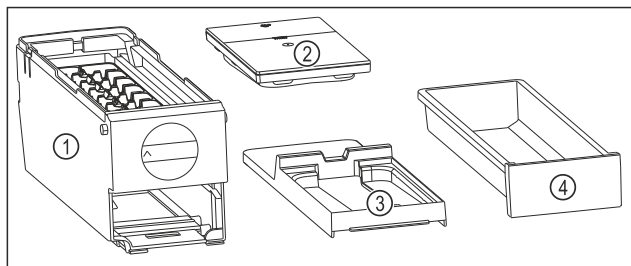

Fig. 88 Bestandteile des EasyTwist-Ice
- EasyTwist-Ice ist in vier Teile zerlegt. (siehe Fig. 88)
- ▶ EasyTwist-Ice nur in abgebildete Bestandteile zerlegen. (siehe Fig. 88)
- ▶ EasyTwist-Ice-Korpus Fig. 88 (1) als Ganzes reinigen.